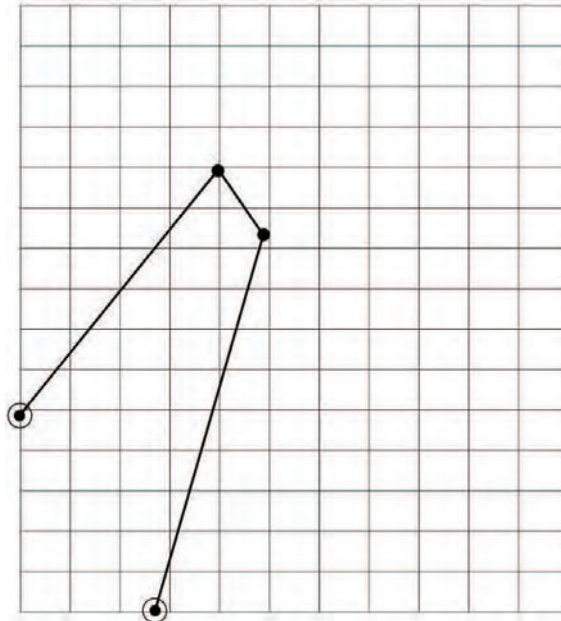

Figura 1
2. Dibujar la cúbica de curvatura estacionaria (c.c.e) y la cúbica de centros de curvatura estacionarios (c.c.c.e) para el elemento acoplador del mecanismo de la figura 1. Obtener su punto de Ball. Justificar las construcciones realizadas. (5p)